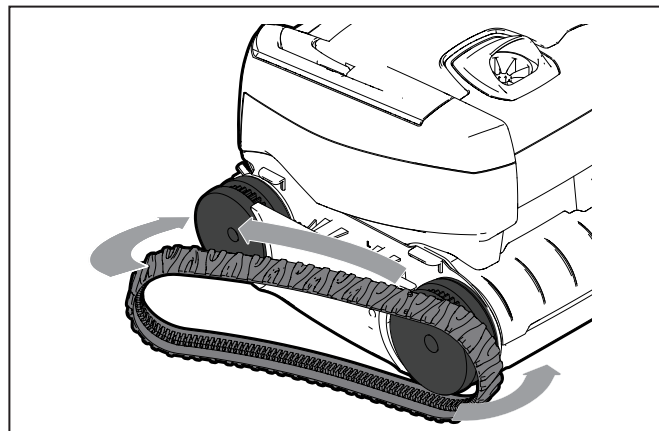

Figure 25. Étirer la chenille autour des roues
3. Pour installer une nouvelle chenille, placer la nervure intérieure de la chenille dans la rainure de la première roue (See Figure 25).
4. Étirer la chenille autour de la deuxième roue ((see Figure 25). Pousser et positionner la nervure de la chenille de manière à ce que la chenille soit correctement assise dans la rainure de la roue.